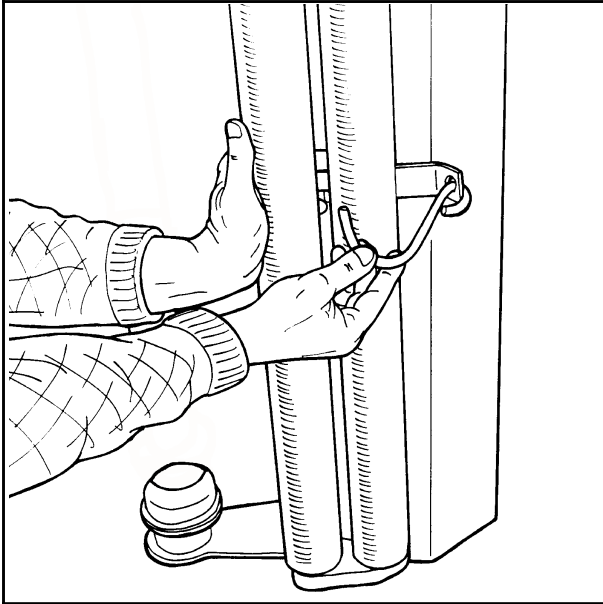

Fig. 6-1
- 6.1 Når plastrullen skal monteres, må forstreker-rollene holdes til siden. Hold rullene ut til siden og sett på holdekroken. (Se fig. 6-1).